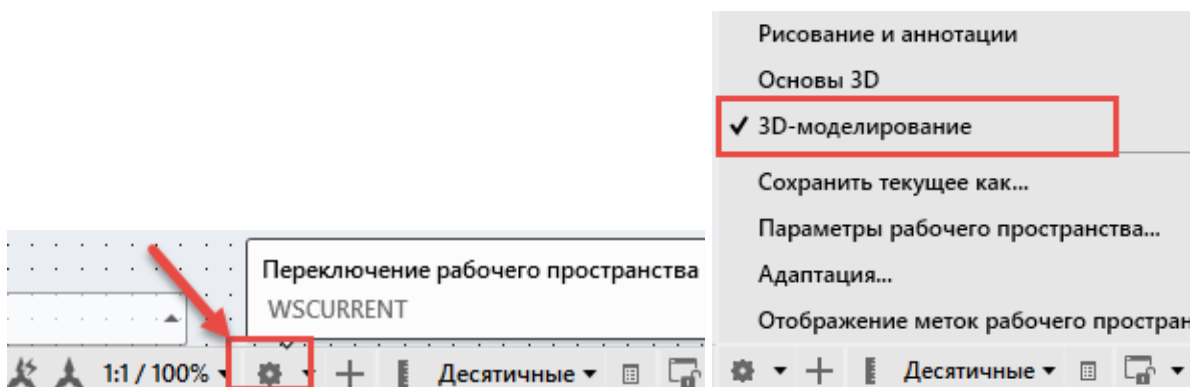

Рис. 3.2. Строка состояния AutoCAD
2. В появившемся рабочем окне системы AutoCAD в правом нижнем углу в строке состояния AutoCAD нажмите кнопку  и выберите рабочее пространство **3D-моделирование** (рис. 3.2).